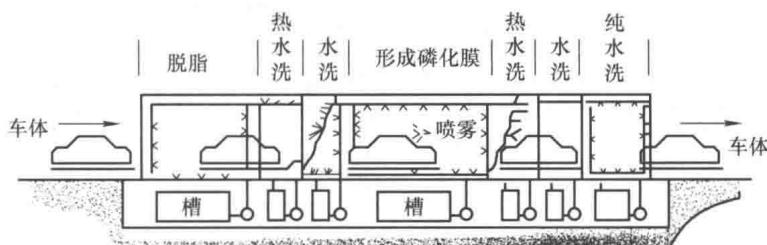

图 1-9 车身表面处理
(1) 车身表面处理 如图 1-9 所示，在涂装前对车身进行除锈、去氧化皮、去垢、脱脂和磷化处理，以除去车身表面在生产过程中出现的氧化皮、毛刺、锈蚀、油污和焊渣等。